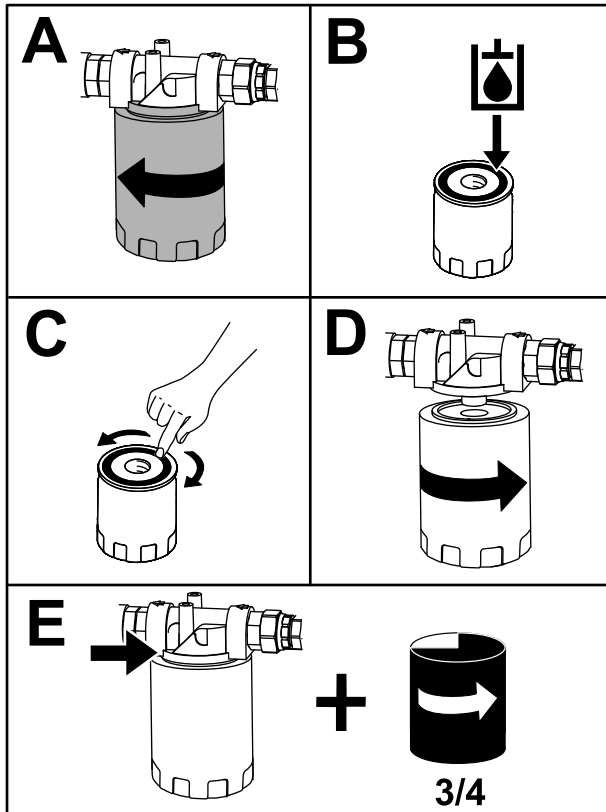

Figura 35
2. Coloque un recipiente debajo del filtro y reemplace el filtro (Figura 35).